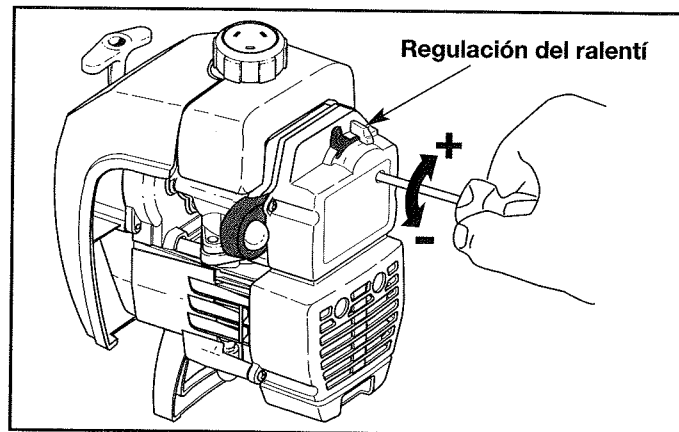

Fig. 28
2. Suelte el gatillo de aceleración y deje el motor en ralenti. Si se para, inserte un pequeño destornillador cruciforme o de hoja plana en el orificio del cárter del filtro de aire/tubo de escape (Fig. 28). Haga girar el tornillo de ajuste del ralenti un octavo de vuelta por vez (según lo que se necesite), en el sentido de las agujas del reloj, hasta que el motor mantenga el ralenti. Consulte las indicaciones relativas al número de vueltas por minuto en ralenti.